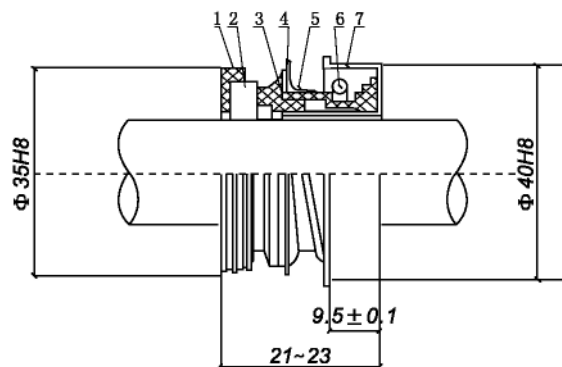

Рис. 2 Конструкция механического уплотнения
- (1) С увеличением высоты над уровнем моря уменьшается атмосферное давление. Высота всасывания должна быть уменьшена. Значение понижения можно оценить вычитанием значения локального давления (в метрах водяного столба) из 10 м.
- (2) Лучше использовать трубопровод с короткими и прямыми трубками для снижения потерь трубопровода. Он должен быть установлен таким образом, чтобы избежать передачи вибраций от насоса к трубопроводу. Перед работой проверьте соединение между насосом и трубопроводом, не ослаблено ли оно; особое внимание уделите герметичности всасывающего канала.
- (3) Фильтр должен располагаться на некотором расстоянии от поверхности, дна и берега реки: сетка должна быть погружена в воду не менее чем на 0,3 м, чтобы не допустить всасывания воздуха, и находиться на расстоянии не менее 1,2 м от дна и берега реки, чтобы избежать попадания камней или водорослей.
- (4) При использовании насоса зимой открутите сливной кран под насосом и тщательно осушите его после остановки, чтобы он не пострадал от замёрзшей воды.
- (5) Если зазор между рабочим колесом и поверхностью направляющей потока более 1 мм, эксплуатацию можно продолжать после установки регулировочной прокладки на заплечик вала.
- (6) При замене механического уплотнения самовсасывающего насоса обязательно проложите клейкий уплотнитель в соединении металлической детали "#7" и крышкой насоса. При установке не ударяйте по нему, чтобы не образовалось сколов. См. рис. 2.